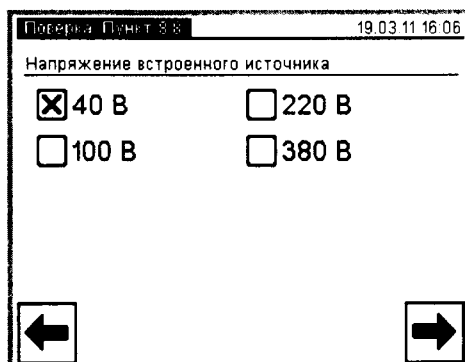

Рисунок 8.14
8.8.11 Нажать кнопку " в окне "Поверка. Пункт 8.8", рисунок 8.14, для возврата к окну, представленному рисунком 8.13.